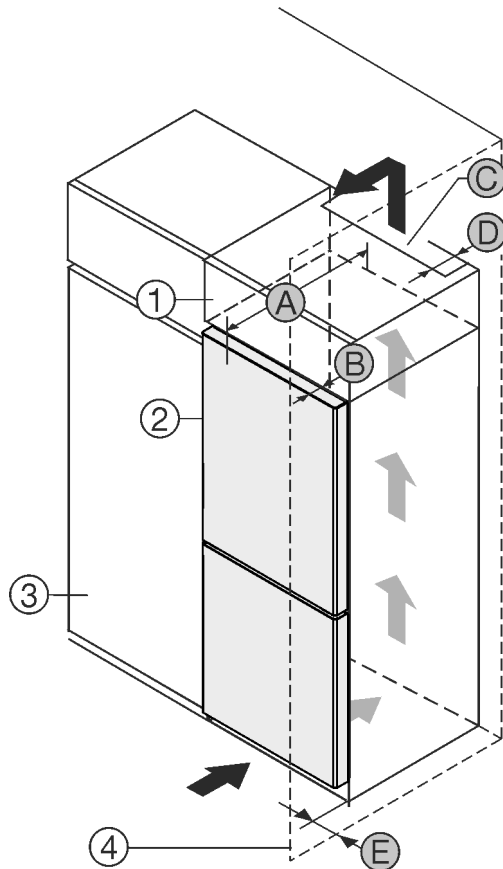

Fig. 1
- (1) Aufsatzschrank*
- (2) Gerät*
- (3) Küchenschrank*
- (4) Wand*
- (A) Gerätetiefe*
- (B) Türtiefe*
- (C) Belüftungsquerschnitt*
- (D) Abstand Geräterückseite*
- (E) Abstand zur Geräte-seite*
Gerät direkt neben dem Küchenschrank Fig. 1 (3) aufstellen.*
An der Rückseite des Aufsatzschrankes muss ein Abluftschacht mit der Tiefe Fig. 1 (D) über die gesamte Aufsatzschrankbreite vorhanden sein.*
Unter der Raumdecke muss der Entlüftungsquerschnitt Fig. 1 (C) eingehalten werden.*
Wenn das Gerät mit den Scharnieren neben einer Wand Fig. 1 (4) aufgestellt wird, muss der Abstand zwischen Gerät und Wand mindestens 13 mm (0.51 in) betragen.*
Wenn das Gerät mit den Scharnieren neben einer Wand Fig. 1 (4) aufgestellt wird, muss der Abstand zwischen Gerät und Wand mindestens 20 mm (0.79 in) betragen.*
Um die Türe vollständig öffnen zu können, muss Gerät um die Türtiefe Fig. 1 (B) gegenüber der Küchenschrankfront vorstehen. Abhängig von der Tiefe der Küchenschränke Fig. 1 (3) und Verwendung von Wandabstandshaltern kann das Gerät weiter herausragen.*